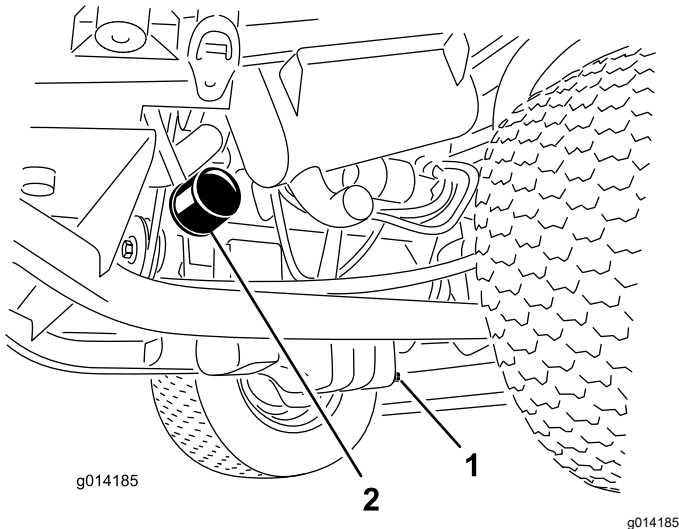

图 32
- 拆下排油塞图 32 让油流入放油盘。
- 拆下机油滤清器图 32。